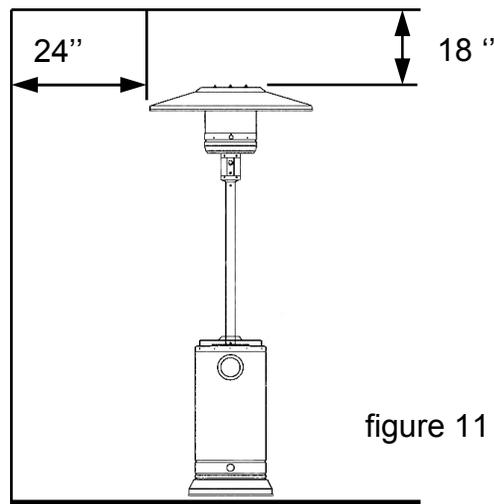

figure 11
- Respectez les distances minimales de dégagement comme indiqué à la figure 11 ci-dessus.